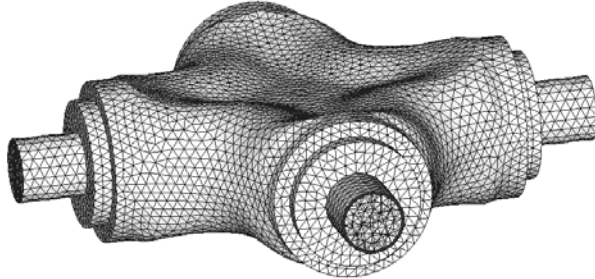

图 5-199 仅 2D 单元为可见
- (6) 选择 Mesh > Organize 命令。
- (7) 单击 elems 并选择 displayed。
- (8) 单击 dest component = 并选择 fluid 组件。
- (9) 依次单击 move 和 return 按钮。
- (10) 在 Mask Browser 中，设置仅 2D 单元为可见，模型如图 5-199 所示。